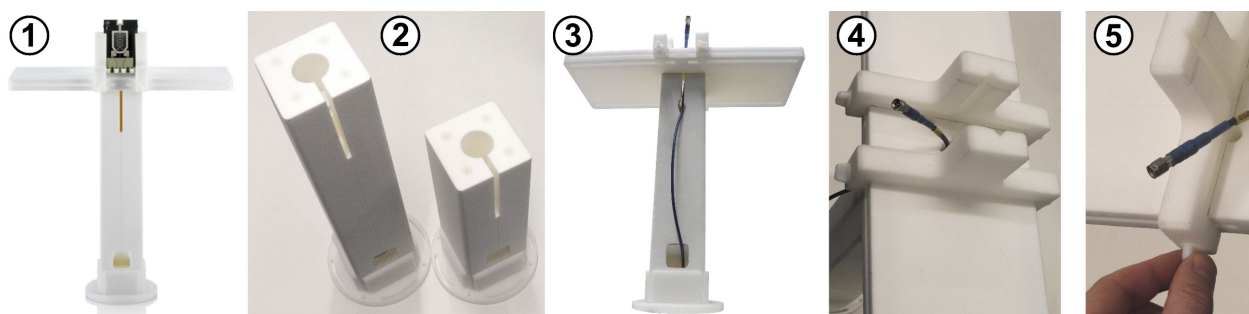

Рис. 7-7: Держатель ИУ Rohacell с верхней частью стола и регулируемыми зажимными приспособлениями для установки
1. Отпустите 4 полимерных винта регулируемого приспособления для установки (поз. 4 на рис. 7-7).
4. Зафиксируйте приспособления на месте, затянув от руки винты (5).